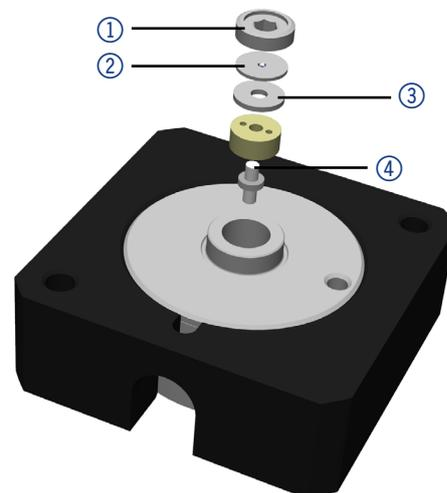

Fig. 4: Raccourcir la longueur du chemin optique
1. Dévisser les vis à tête moletée ③ et la plaque de protection ④. Tenez fermement la cellule d'écoulement avec votre main pendant cette procédure.
2. Tirez le tiroir avec la cellule d'écoulement ⑤ vers l'avant.
4. Placez la nouvelle cellule d'écoulement sur le dessus du tiroir. Tenez la cellule d'écoulement. Assurez-vous que la goupille d'alignement du détecteur est alignée avec le trou correspondant dans la cellule d'écoulement (voir figure 4).
6. Vissez les vis à tête moletée dans la plaque de protection ④ et serrez.
7. Connectez les capillaires entrants et sortants à l'entrée ① et à la sortie ② de la cellule.